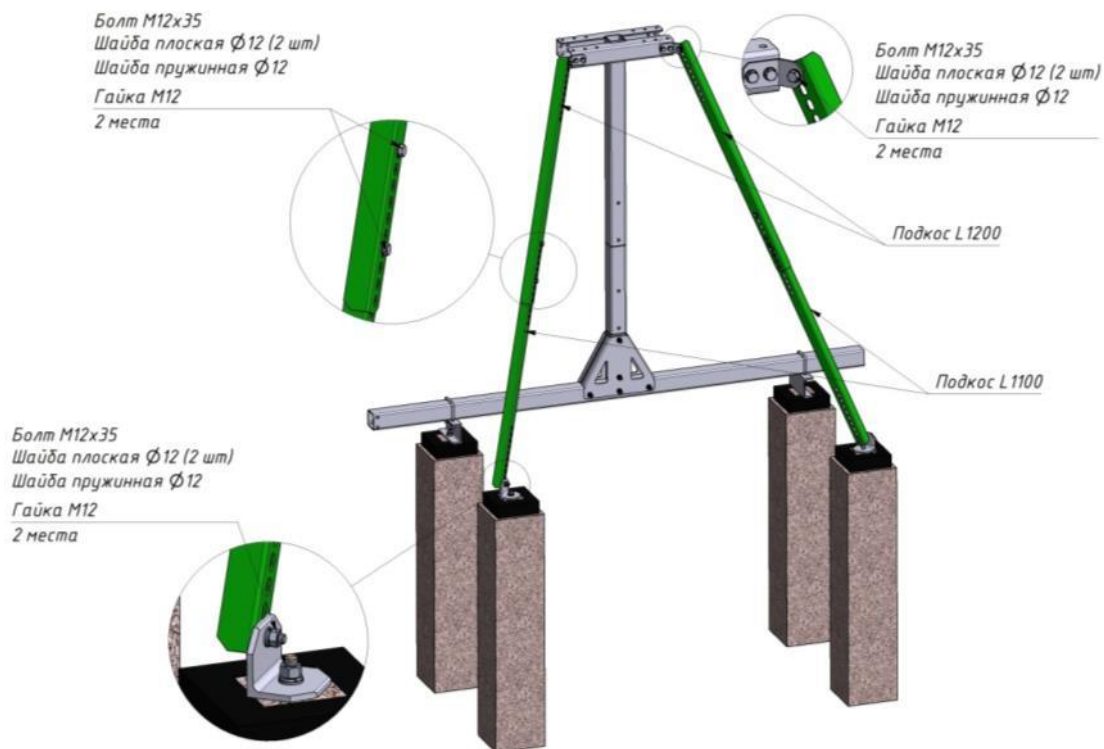

Рис.5.63. Установка подкосов
- закрепите боковые подкосы, см. **рис.5.63** (без затяжки резьбовых соединений);